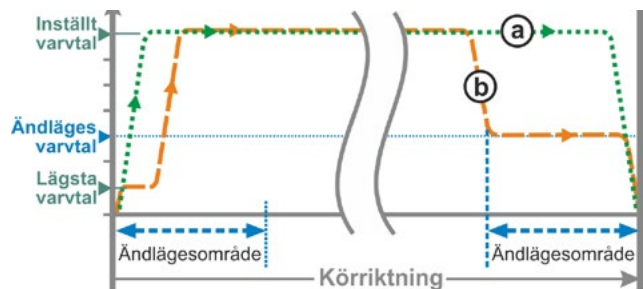

Bild 3: Ändlagesvarvtal "Snabbstart/-stopp"
- Vid **vägberoende** avstängning reduceras varvtalet kort före ändläget så att ställdonet stannar, se bild 3, kurva **a**.